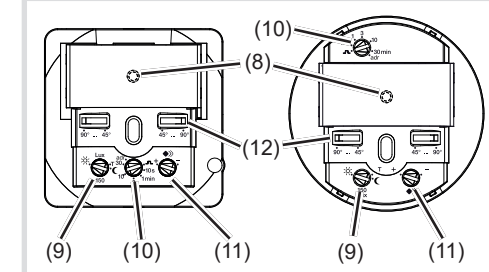

Bild 8
Der Erfassungswinkel kann für die rechte und für die linke Seite je Einsteller (Bild 8, 12) zwischen 45° ... 90° eingeschränkt werden. Somit kann der Erfassungswinkel zwischen 90° und 180° liegen (Bild 5).
- Potentiometer Ansprechhelligkeit (Bild 8, 9) auf Position TEST einstellen.
Potentiometer Ansprechhelligkeit (Bild 8, 9) in die gewünschte Position drehen.
- Potentiometer Nachlaufzeit (Bild 8, 10) in die gewünschte Position drehen.
- Potentiometer Empfindlichkeit (Bild 8, 11) in die gewünschte Position drehen.